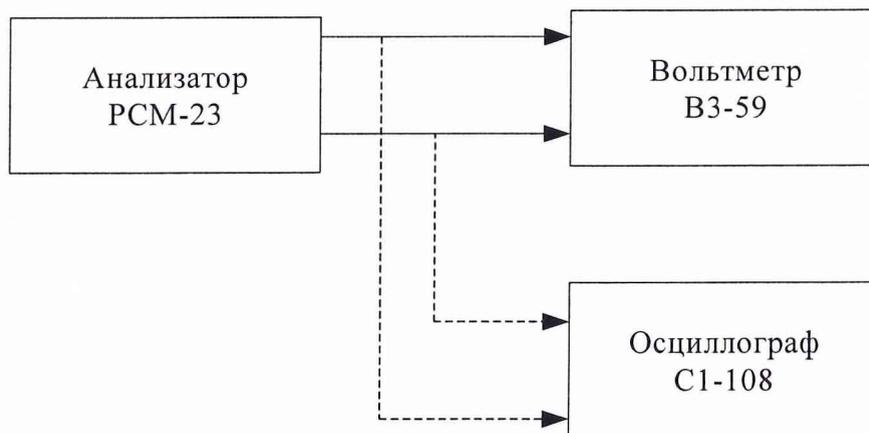

Рис.8.13.
8.3.13.1. Определение значения пикфактора условного телефонного сигнала осуществляется с помощью вольтметра ВЗ-59 и осциллографа С1-108 (рис.8.13).